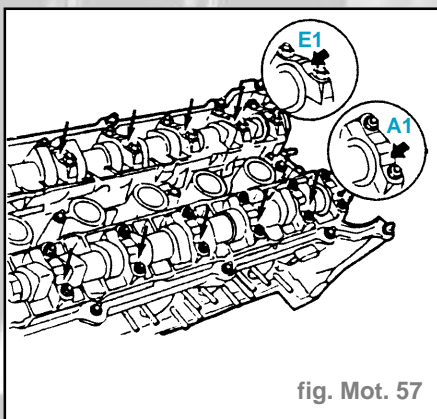

fig. Mot. 57
- Ces repères sont bien lisibles depuis le côté échappement (fig. Mot. 57).